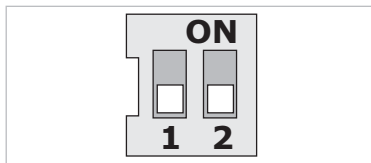

Fig. 24: Interruttori DIP
Gli interruttori DIP (fig. 9 pos. 6/fig. 24) si trovano sotto la copertura del corpo.